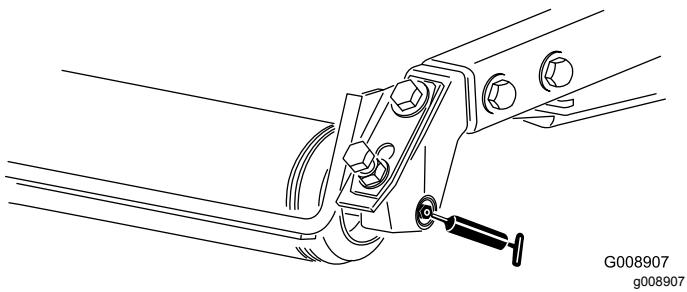

Figura 55
- Rolamentos do cilindro traseiro (2 por cada unidade de corte) – Figura 55